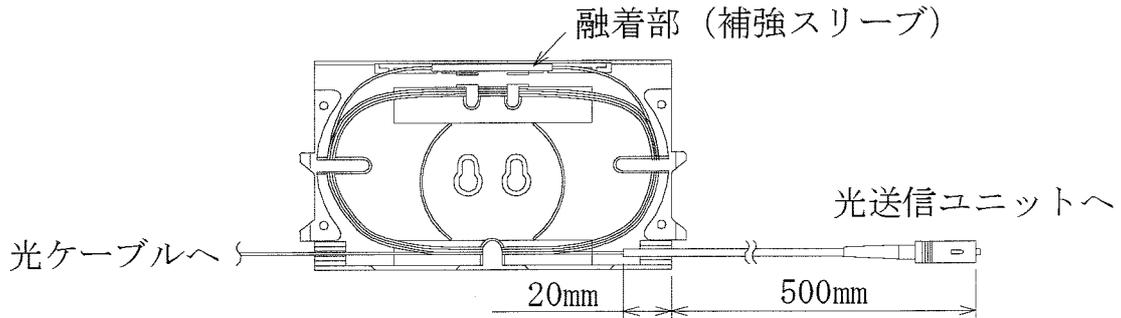

図 14 光ファイバーの加工寸法とトレイへの収納
- 7.4.3 引き込んだ光ファイバー心線に付属のコネクター付き光ファイバーコードを融着します。光ファイバーコードの加工寸法は図 14 を参照してください。